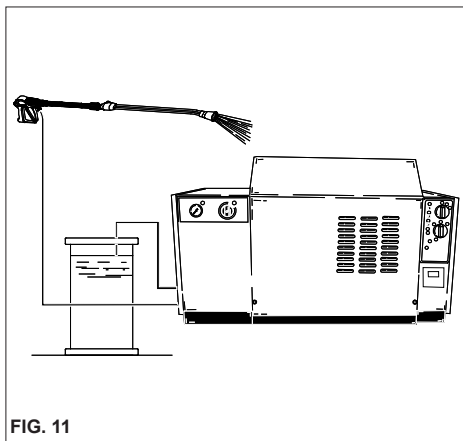

FIG. 11
- 3) Dopo l'uso con detergente, risciacquare il circuito di aspirazione; infilare il tubo di aspirazione (fig. 11) detergente in una tanica di acqua pulita e far funzionare la pompa per 1 minuto a rubinetto dosaggio completamente aperto.
4) Dopo l'uso con detergente, risciacquare il circuito di aspirazione; infilare il tubo di aspirazione (fig. 11) detergente in una tanica di acqua pulita e far funzionare la pompa per 1 minuto a rubinetto dosaggio completamente aperto e lancia in fase erogazione detergente.